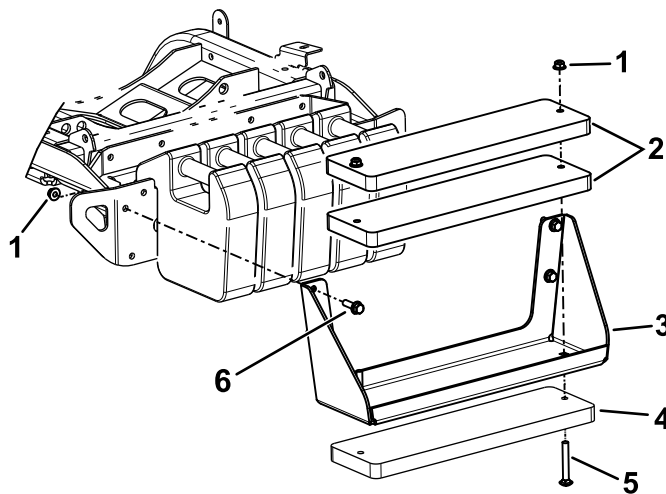

Bild 20
Hinweis: Siehe Bild 20 für diese Schritte.
- A. Befestigen Sie die drei Gewichte mit den Schrauben ($\frac{3}{8}$ " x 4") und Muttern ($\frac{3}{8}$ ") an der Ballasthalterung (Bild 20).
- B. Verwenden Sie die Sechskantschrauben und Muttern (im Kit enthalten), um die Ballasthalterung an der Maschine zu befestigen (Bild 20).
- A. Entfernen Sie die Ballasthalterung von der Maschine (Bild 20).
- C. Befestigen Sie die drei Gewichte mit den Schrauben ($\frac{3}{8}$ " x 4") und Muttern ($\frac{3}{8}$ ") an der Ballasthalterung (Bild 20).
- D. Verwenden Sie die zuvor entfernten Befestigungselemente, um die Ballasthalterung an der Maschine zu befestigen (Bild 20).